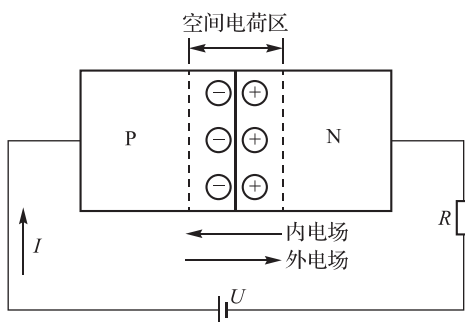

图 1-7 外加正向电压
(1) 正向特性。正向特性是 PN 结外加正向电压,即电源正极接 P,电源负极接 N 时的特性,如图 1-7 所示。PN 结外加正向电压也称为正向偏置,这时外电场与内电场方向相反,因而削弱了内电场,使空间电荷区宽度减小,N 型半导体中的电子和 P 型半导体中的空穴都能顺利地通过 PN 结,形成较大的扩散电流;少数载流子数量很少,其漂移形成的电流很小,与扩散电流相比可忽略。所以,外加正向电压时,主要是扩散电流流过 PN 结,也称为正向电流,此时 PN 结处于导通状态,电阻很小。